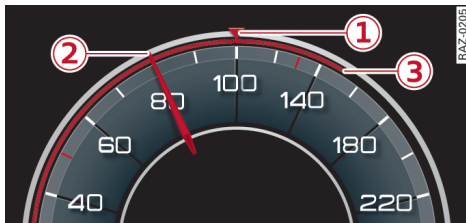
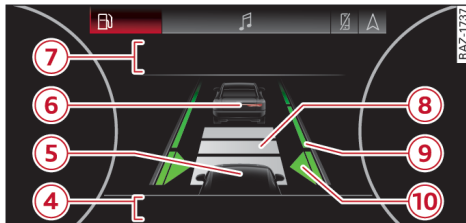

Fig. 119 Cuadro de instrumentos: Indicación en el velocímetro
Fig. 120 Cuadro de instrumentos: Indicación de la asistencia al conductor
La situación de conducción y los ajustes se muestran en el cuadro de instrumentos ⇒ *fig. 119*. En la indicación de la **asistencia al conductor** ⇒ *fig. 120* encontrará información más detallada sobre el sistema. Las indicaciones dependen del país y del equipamiento.
- Pulse la tecla **SET** ②. La velocidad ajustada se indica con una marcación en el velocímetro ① ⇒ *pág. 190, fig. 119* y se muestra en el cuadro de instrumentos ⇒ .
Se puede ajustar cualquier velocidad entre 20 km/h y el máximo rango disponible de velocidad ③¹⁾ ⇒ *pág. 190, fig. 119.*
- Para aumentar/reducir la velocidad ajustada de forma continuada, mantenga la palanca en dirección a hasta que la marca en el velocímetro ⇒ *pág. 190, fig. 119* alcance la velocidad deseada.
- Para conectar/desconectar la disponibilidad del guiado por carril, pulse brevemente la tecla ① de la palanca de los intermitentes, o bien
- Puede desconectar/conectar la disponibilidad del guiado por carril en el menú **Asistencia al conductor** ④ ⇒ pág. 174.
La disponibilidad del guiado por carril se le muestra en la indicación de la **asistencia al conductor** con flechas ① ⇒ pág. 190, fig. 120 y mediante testigos de control ⇒ pág. 190.